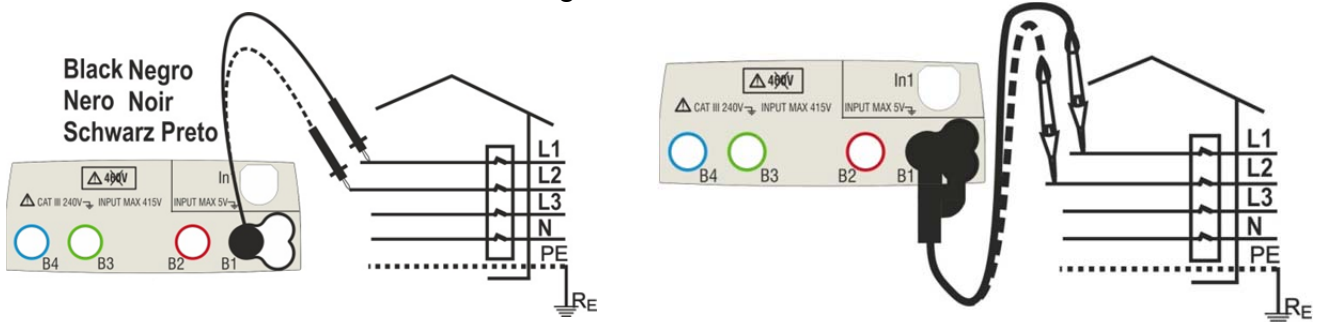
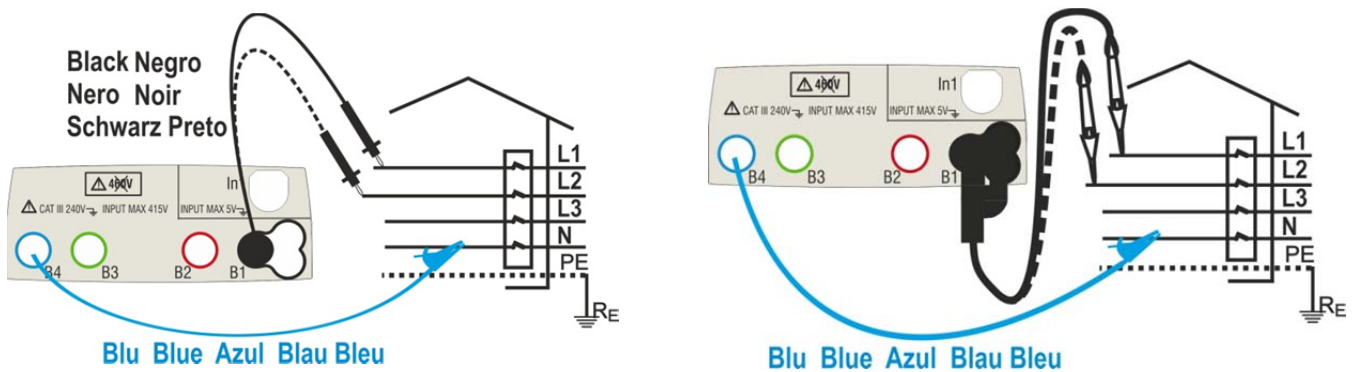

Abb. 24: Geräteanschluss zur Messung der Drehfeldrichtung mit einem Messkabel und Tastkopf
Abb. 25: Geräteanschluss zur Messung der Drehfeldrichtung mit zwei Messkabeln und Tastkopf
3. Führen Sie den blauen und schwarzen Stecker der Messleitungen in die entsprechenden Eingangsbuchsen B4 und B1 des Messgerätes (2T Messung) ein. Führen Sie an den freien Kabelenden die entsprechenden Krokodilklemmen oder Messleitungen ein. Sie können auch den Tastkopf benutzen, indem Sie dessen mehrpoligen Steckverbinder in die Eingangsbuchse B1 einführen. Verbinden Sie die Krokodilklemmen, die Messkabel oder den Tastkopf mit der Phase L1 und N wie in Abb. 24 und Abb. 25.
Verbinden Sie die Krokodilklemmen, die Messkabel oder den Tastkopf mit der Phase L2 und N wie in Abb. 24 und Abb. 25.